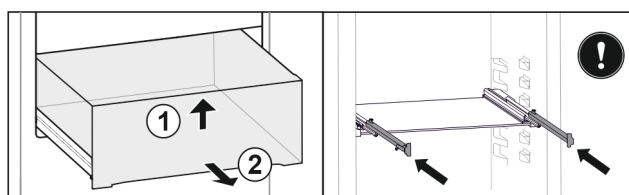

Fig. 66
► Unieść szufladę z przodu. Fig. 66 (1)
► Wyjąć szufladę do przodu. Fig. 66 (2)